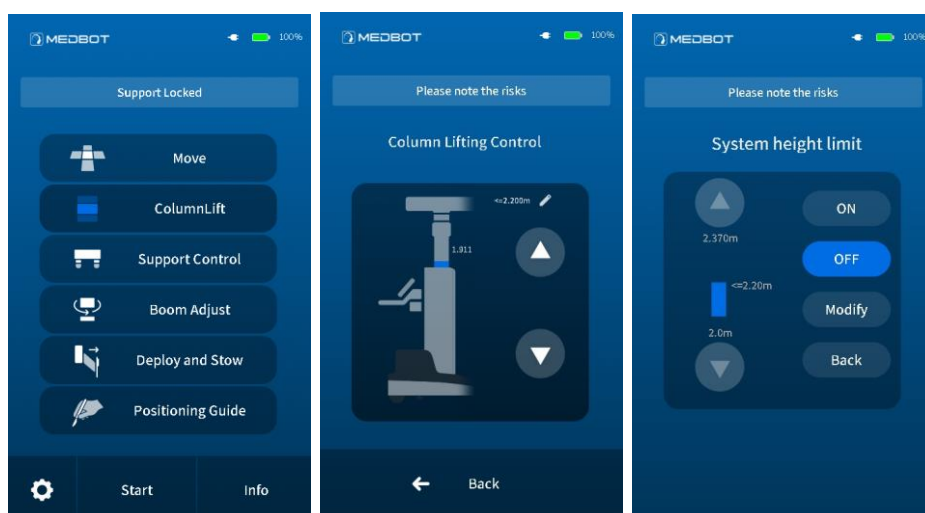

Figura 9.5. Menu principal da tela de toque do menu de controle de elevação
d) Conforme mostrado na Figura 9.5, ao clicar no botão “*Trolley lifting*”, o sistema salta para a interface de controle de elevação da placa superior e, pressionando e segurando o botão “” ou “”, a placa superior no Carrinho Cirúrgico sobe ou desce de forma correspondente. Quando aparecer uma mensagem de aviso de que o limite superior foi atingido, pare de pressionar o botão “”; quando aparecer uma mensagem de aviso de que o limite inferior foi atingido, pare de pressionar o botão “”. Clique em  para acessar a interface a fim de modificar o limite de altura do sistema. Clique no botão “*Back to main menu* (Volte ao Menu Principal)” após a conclusão da operação relevante para retornar ao menu principal.